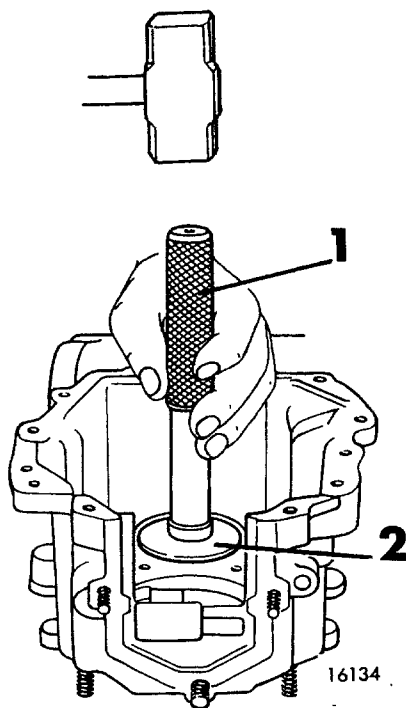

Fig 07-25. Demontering av lager
19. Driv ut ytterringarna för mellanaxelns lager, se fig 07-25.